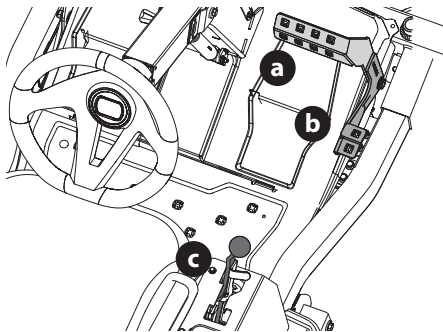

Fig. 22
2. Pour vous déplacer en marche avant, appuyez doucement sur la pédale de marche avant (a) jusqu'à ce que vous atteigniez la vitesse désirée (Fig. 22).
3. Pour verrouiller le frein de stationnement, placez les pédales de déplacement à la position neutre et tirez le levier du frein de stationnement (c) vers l'arrière jusqu'à ce qu'il s'enclenche à la position de marche (« on ») (Fig. 22).
4. Pour vous déplacer en marche arrière, regardez d'abord derrière vous, puis appuyez doucement sur la pédale de marche arrière (b) avec l'avant du pied (et NON avec le talon) jusqu'à ce que vous atteigniez la vitesse désirée (Fig. 22).